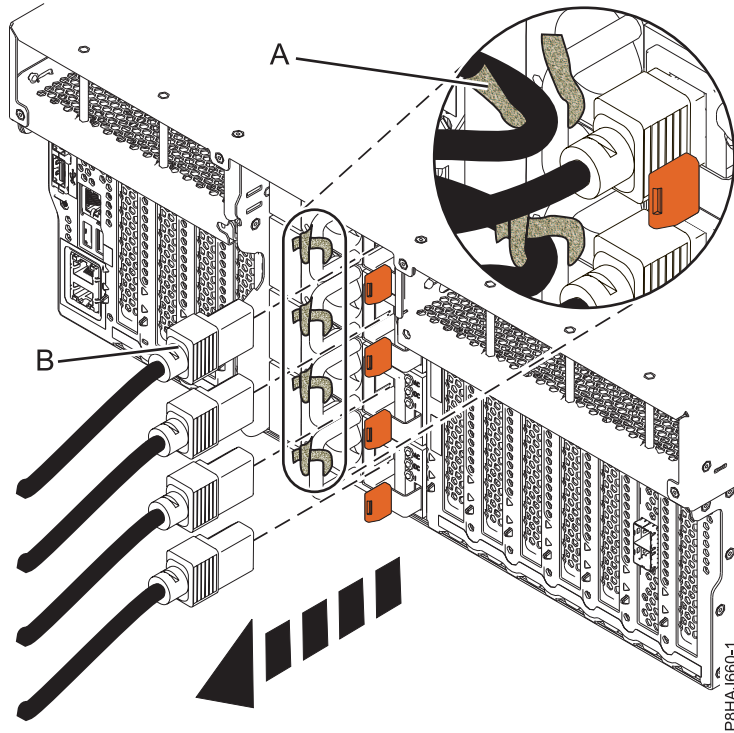
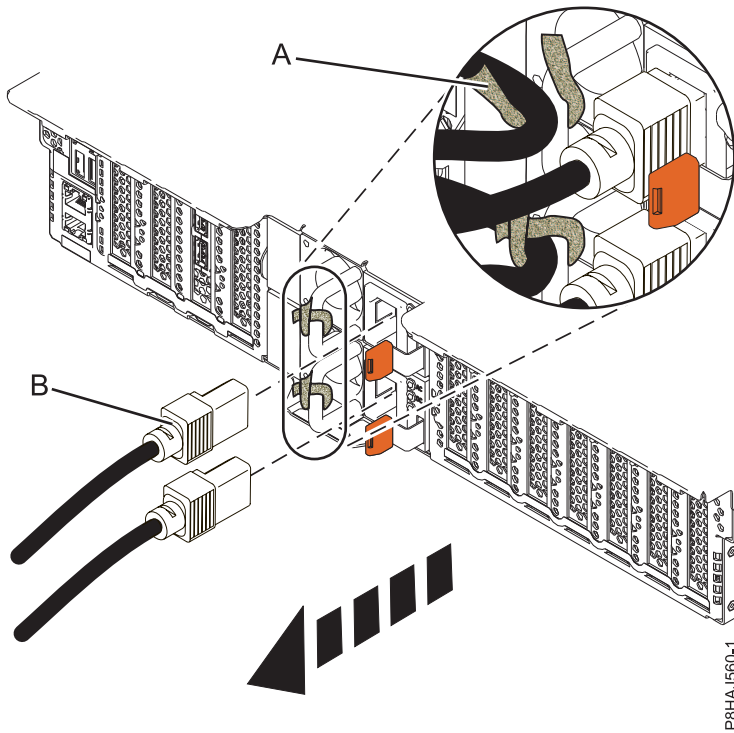
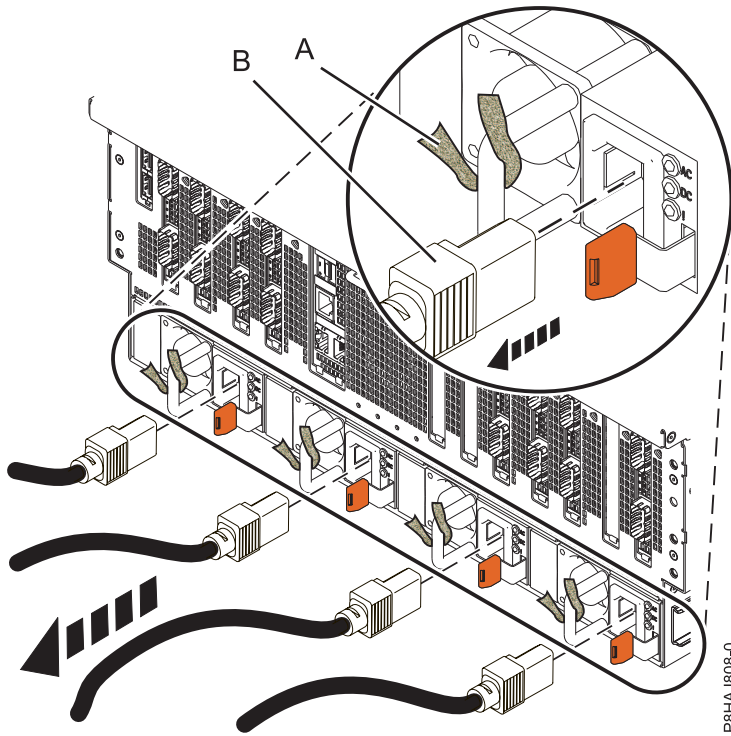

Figura 55. Extracción de los cables de alimentación de un sistema 8247-42L, 8286-41A o 8286-42A
Figura 56. Extracción de los cables de alimentación de un sistema 5148-21L, 5148-22L, 8247-21L, 8247-22L, 8284-21A o 8284-22A
Figura 57. Extracción de los cables de alimentación de un sistema 8408-44E o 8408-E8E
3. Desconecte los cables de alimentación **(B)** de la unidad del sistema. Consulte la Figura 55 en la página 69, la Figura 56 en la página 69 o la Figura 57 en la página 70 según el tipo de sistema.